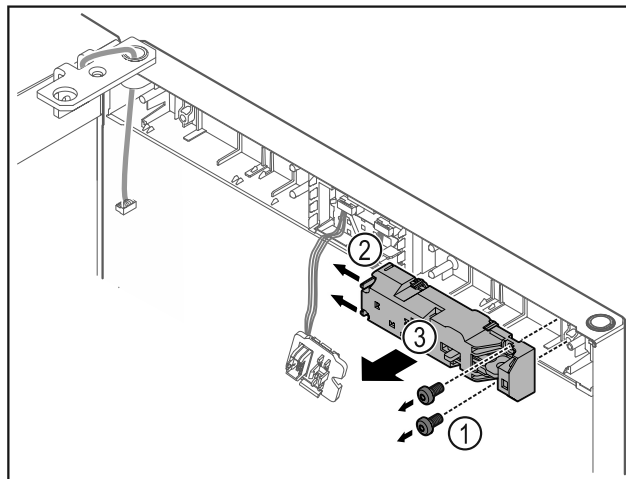

Fig. 18
- Ta bort skruvarna Fig. 18 (1).
- Tryck spärrklacken Fig. 18 (2) åt sidan och ta av fjärrlåset Fig. 18 (3).